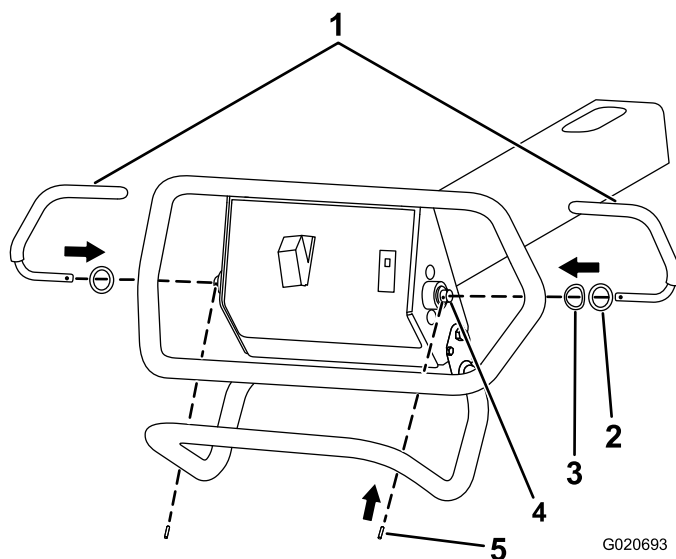

Figure 7
1. Insérez une poignée latérale dans l'extrémité gauche de l'axe de pivot (Figure 7).
2. Alignez le trou de la poignée latérale sur celui de l'axe de pivot (Figure 7).
3. Insérez la goupille cylindrique dans les trous de la poignée latérale et de l'axe de pivot (Figure 7).
4. Insérez une poignée latérale dans l'extrémité droite de l'axe de pivot (Figure 7).
5. Alignez le trou de la poignée latérale sur celui de l'axe de pivot (Figure 7).
6. Insérez la goupille cylindrique dans les trous de la poignée latérale et de l'axe de pivot (Figure 7).